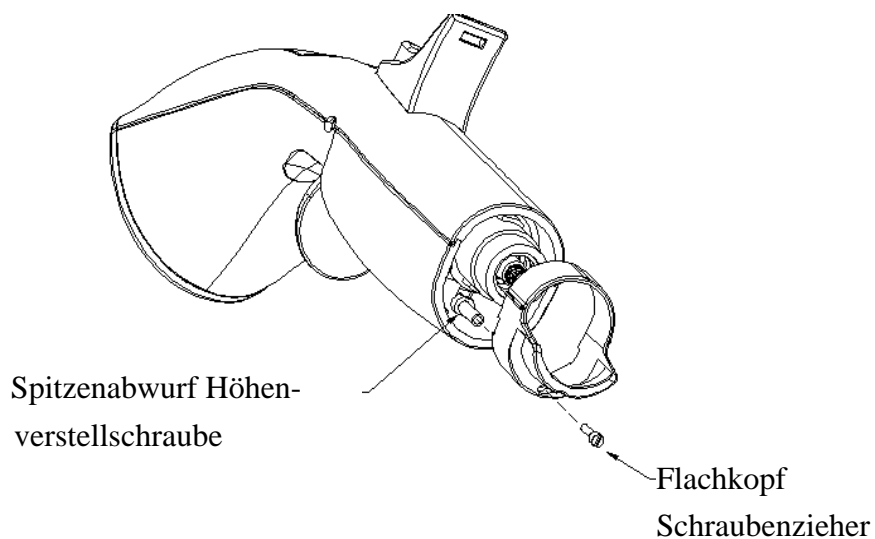

Abb. 15 Spitzenabwurfhöhenverstelleinrichtung
2. Entfernen Sie die Schraube sowie die Buchse wie in Abb. 15 gezeigt.